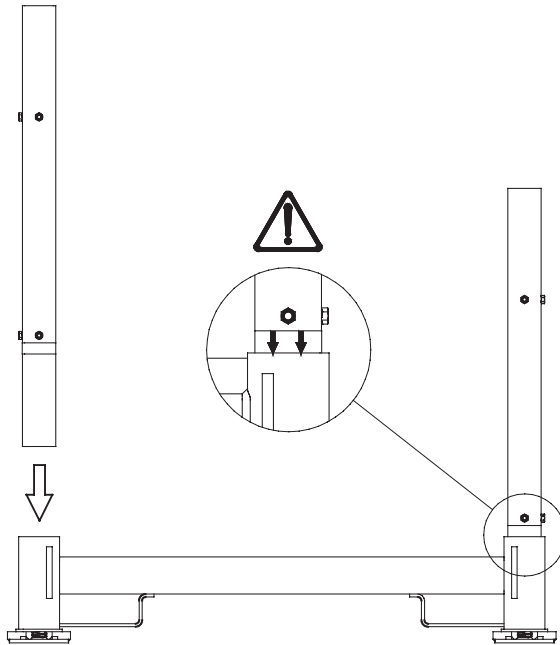

Abbildung 14. Einsetzen der Eckpfosten.
2. Platzieren Sie die vier Eckpfosten im unteren Rahmen. Die Schweißmuttern müssen nach außen zeigen. (Wenn Sie den vorgefertigten Ballastblock als Ballast verwenden, wird empfohlen, vor der Beladung mit dem Ballast lediglich die zwei hinteren Eckpfosten einzusetzen.) Stellen Sie sicher, dass die Eckpfosten in der korrekten Länge in die Hülsen eingesetzt werden. Achten Sie dabei auf das Etikett zur Einsatzkennzeichnung, siehe Abbildung 14.